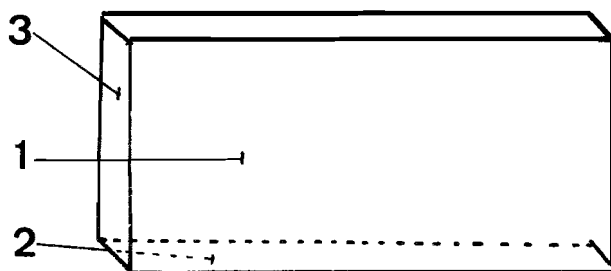

Fig. 7-1
1.1. Mecanizado.—Limar cara 1 hasta limpiar. (fig. 7.1).